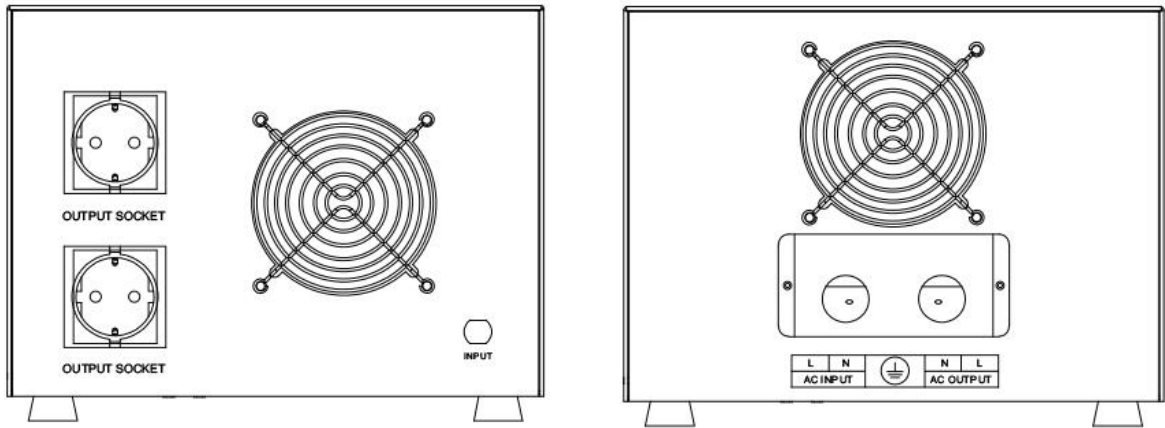

Figura 4 - Retro
1. **Stabilizzatori Monofase fino a 2.5 KVA (vedi figura 4)**
- 1.2. Collegare il cavo d'Ingresso rete (vedi figura 4) ad una **presa di alimentazione elettrica che deve avere obbligatoriamente una connessione a terra secondo le norme vigenti**. Verificare accuratamente il collegamento a terra della presa d'alimentazione elettrica.